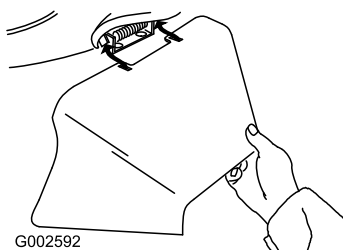

Figura 30
3. Montate il condotto di scarico laterale e chiudete lo sportello sul condotto (Figura 30).